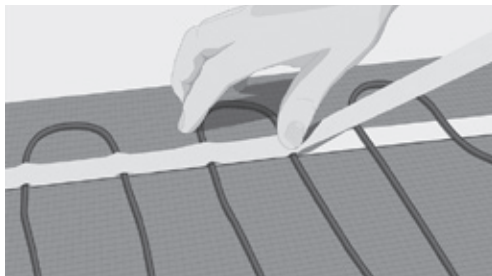

Fig. 8. Fest kabelen med maskeringstape
- Fest kabelen ved hjelp av maskeringstape over kabelen og den dobbeltsidige tapen. Trykk tapen grundig ned på kabelen, for å hindre at det dannes luftbobler under innstøpingsprosedyren (fig. 8).